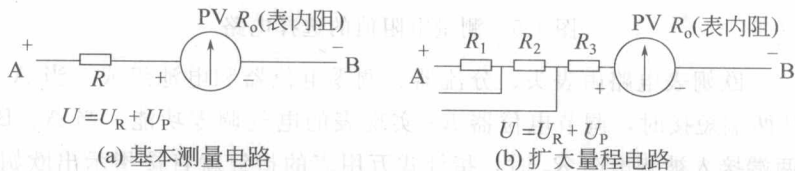

图 1-3 测量直流电压电路
② 直流电压测量选择电路 测量直流电压时，通过选择开关的转换使指针式万用表构成电压表，选择的电路如图 1-3 所示。
被测量加在 A、B 两端，注意电压极性，A 端为正极，B 端为负极。被测电压为分压器压降与表头压降之和，分配比例由表头内阻值和分压器的阻值之比决定。表头按比例指示被测电压的大小。为扩大量程，指针式万用表采用了图 1-3 (b) 的扩量程电路。